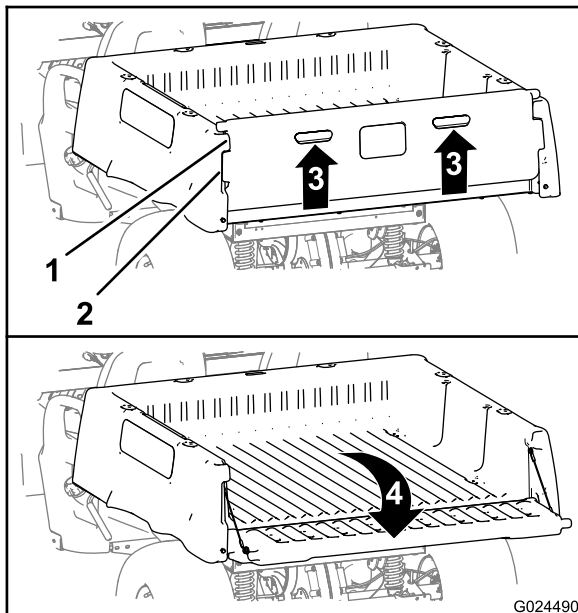

Figura 16
2. Tire hacia arriba del portón usando los tiradores del panel trasero (Figura 16).
3. Alinee las pestañas de bloqueo del portón trasero con los huecos situados entre las pestañas de la plataforma de carga (Figura 16).
4. Gire el portón trasero hacia atrás y hacia abajo (Figura 16).
6. Gire el portón hacia arriba y hacia adelante hasta que las pestañas de bloqueo del portón trasero estén enrasadas con el hueco de la plataforma de carga (Figura 16).
7. Baje el portón hasta que quede asentado en la parte trasera de la plataforma de carga (Figura 16).